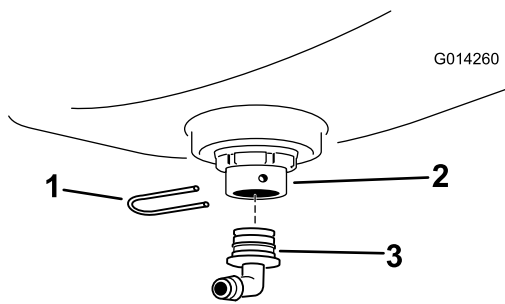

Bild 9
3. Befestigen Sie ein 90°-Anschlussstück am Schott-Anschlussstück und befestigen es mit einem 90°-Anschlussstück an der Befestigungsgabel (**Bild 9**).
5. Montieren Sie den 43,3 cm langen Schlauchabschnitt, den Sie in **Schneiden des Schlauchs (Seite 5)** abgeschnitten haben, mit einer Schlauchklemme am 90°-Anschlussstück und ziehen Sie die Klemme mit der Hand an (**Bild 9**).